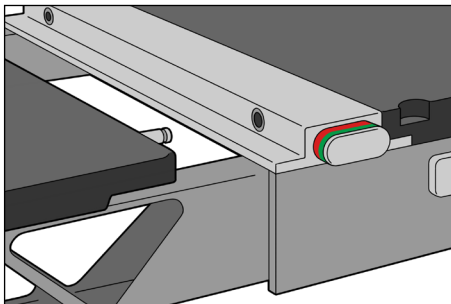

Fig. 1
1. Ta bort kVue-inlägg. (Fig. 1)